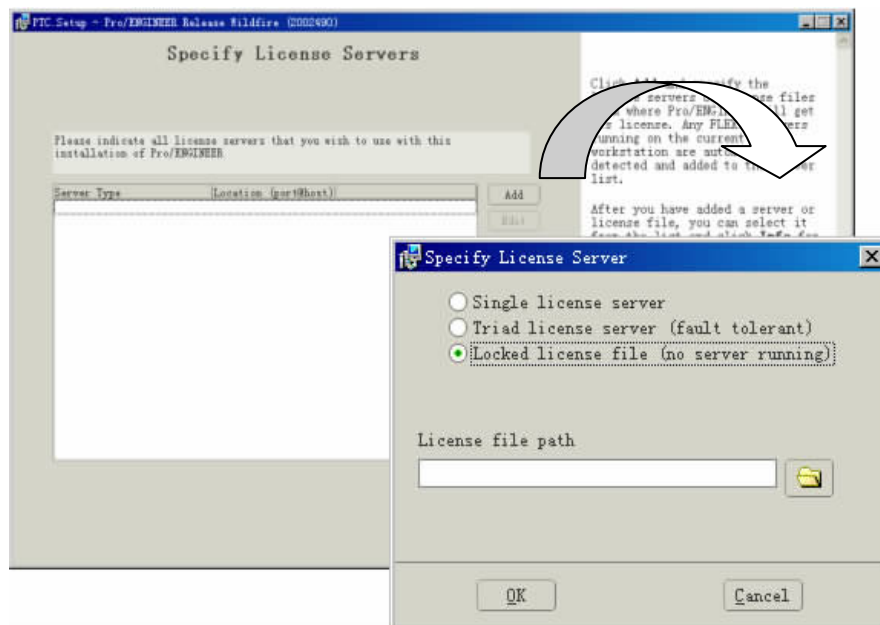
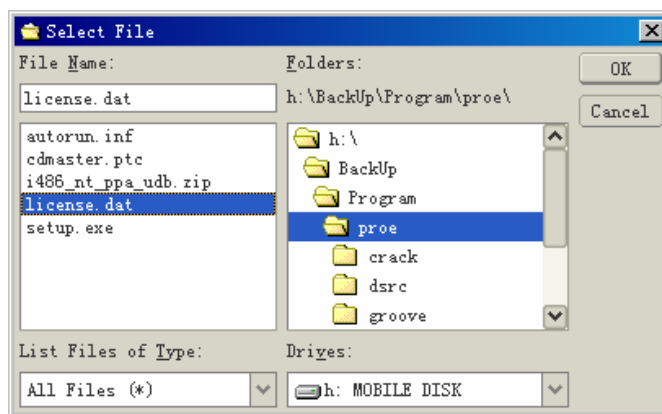

图 1.4 指定许可文件位置
图 1.5 添加许可文件
(4) 在如图 1.4 所示的对话框中指定许可文件的位置。单击“Add”按钮，在打开的“Specify License Server”对话框中选择“Locked license file”单选按钮。
(5) 在如图 1.4 所示的对话框的“License file path”输入框右侧单击  按钮，打开如图 1.5 所示的“Select File”对话框，在该对话框中选择正确的许可文件，单击“OK”按钮，返回如图 1.4 所示的安装界面。